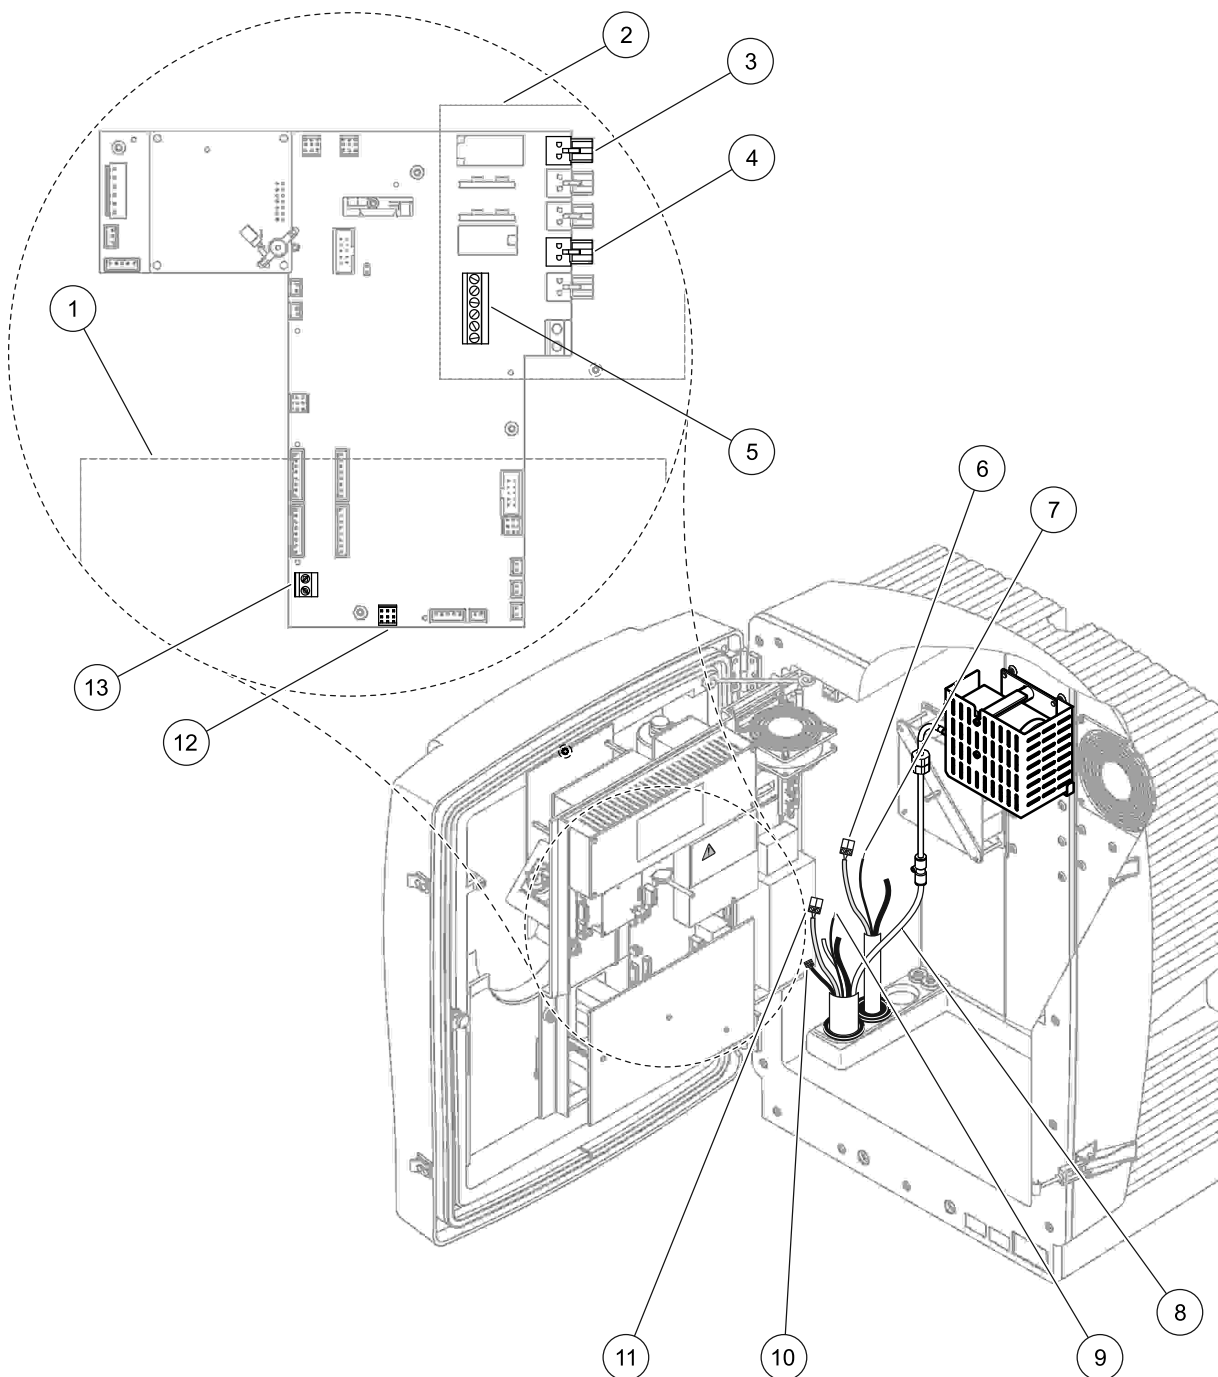

Figura 16 Ligue a Sonda do Filtro sc e a drenagem aquecida opcional
4. Ligue o fio (verde/amarelo) de ligação à terra (item 9, Figura 16 na página 29) da Sonda do Filtro sc ao terminal de terra (item 5, Figura 16 na página 29).
5. Ligue o conector de alimentação à respectiva ligação de terminais (itens 4 e 11, Figura 16 na página 29).
7. Ligue o conector de dados (item 10, Figura 16 na página 29) à placa principal (item 12, Figura 16 na página 29).
9. Ligue a tubagem de ar branca (item 8, Figura 16 na página 29) da Sonda do Filtro sc à ligação de tubagem de ar no analisador (Figura 16 na página 29).
Consulte o Figura 16 na página 29 e o seguinte procedimento para ligar a drenagem aquecida.
5. Ligue os cabos da drenagem aquecida (item 6, Figura 16 na página 29) ao bloco de terminais (item 3, Figura 16 na página 29).